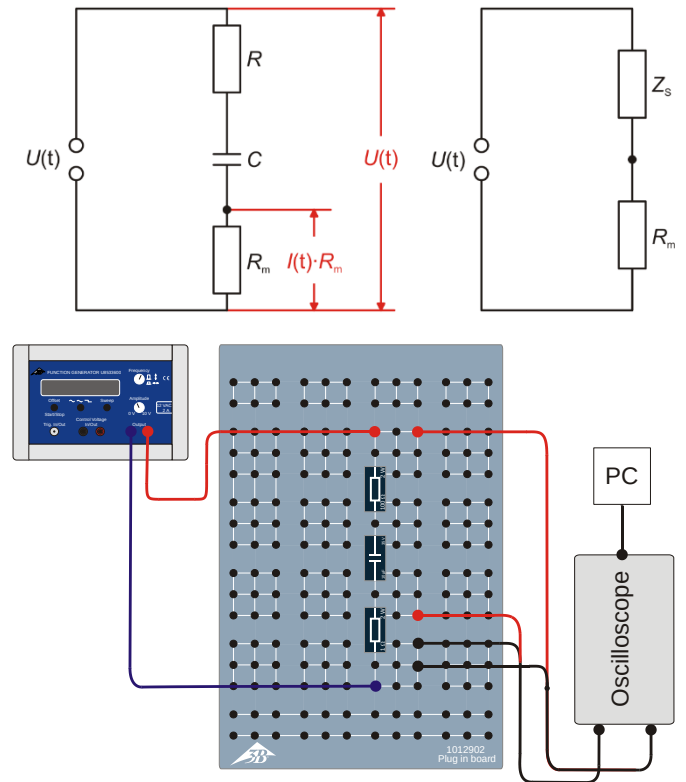

Fig. 2: Schaltskizze (oben links), Ersatzschaltbild (oben rechts) und schematische Skizze des Aufbaus (unten) für die Reihenschaltung.
Dieser Strom wird im Experiment aus dem Spannungsabfall $U_m(t)$ über einem Arbeitswiderstand R_m bestimmt (Fig. 2, 3), der so dimensioniert ist, dass $U_{m0} \ll U_0$, d.h. die angelegte Spannung fast vollständig über Z_S bzw. Z_P abfällt. Der so bestimmte Strom fließt sowohl durch Z_S als auch durch Z_P , da beide Widerstände in Reihe zu R_m geschaltet sind (siehe die Ersatzschaltbilder in Fig. 2, 3). Wegen $U_m(t) = I(t) \cdot R_m$ spiegelt der zeitliche Verlauf $U_m(t)$ also den zeitlichen Verlauf $I(t)$ des Stroms wider.
- Die Messanordnung für die Reihenschaltung (Fig. 1, links) gemäß der Schaltskizze (Fig. 2) mit $R_m = 1 \Omega$, $R = 100 \Omega$ und $C = 10 \mu\text{F}$ aufbauen.